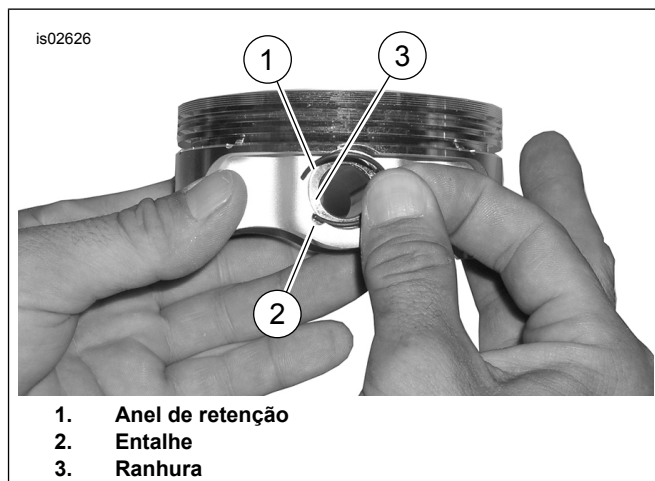

Figura 3. Anel de retenção e pistão
- Veja a Figura 3. Introduza a extremidade aberta do anel de retenção (1) no entalhe (2) da ranhura (3) ao redor do ressalto do pino do pistão para que a abertura fique na posição 12:00 ou 6:00 quando instalado.